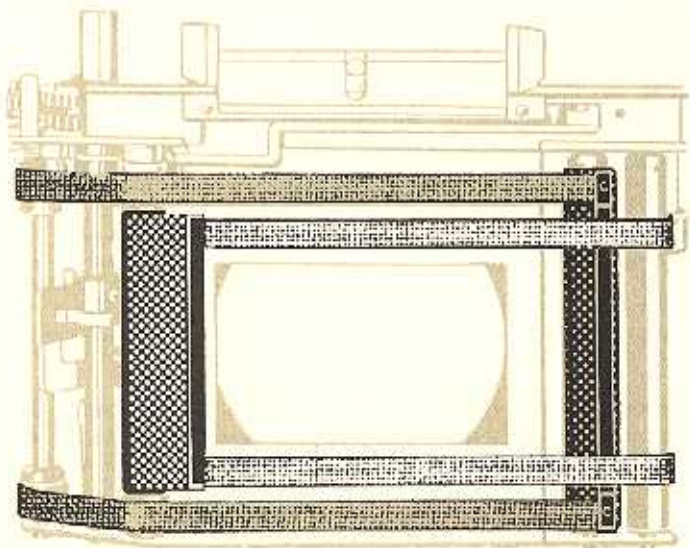

Abb. 5
- Abb. 5 – 1. Rollo abgelaufen –